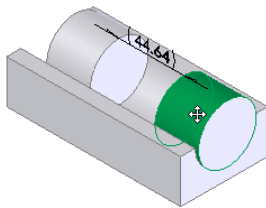

图 7-68 动态间隙时的图形
**04** 动态间隙检查。拖动如图 7-62 所示中的零件 2 移动，则两个轴件之间的距离会实时的改变，如图 7-68 所示。